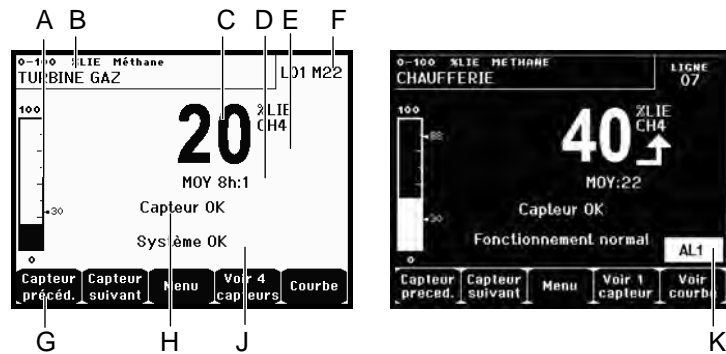
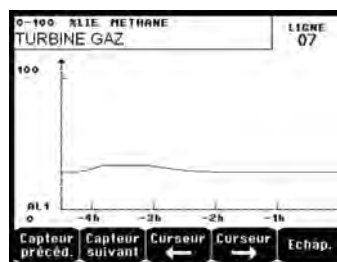

Figure 40 : exemple d'écran d'affichage des mesures en mode normal et en vidéo inverse.
Figure 41 : exemple d'écran d'affichage de courbes.
G.	Touches de fonctions. <ul style="list-style-type: none"> ■ Capteur précédent : affichage des mesures du capteur précédent ; balayage de tous les capteurs de toutes les lignes. ■ Capteur suivant : affichage des mesures du capteur suivant ; balayage de tous les capteurs de toutes les lignes. ■ Menu : affichage du menu principal. Voir paragraphe « Menu principal » en page 41. ■ Voir 4 capteurs : affichage d'un ensemble de 4 capteurs (libellé du capteur, barographe avec indication des seuils d'alarme, valeur de la mesure en cours avec unité et gaz détecté). Utiliser le bouton Page suivante ou Page précéd. pour afficher l'ensemble des 4 capteurs suivants ; le passage à la zone suivante est automatique. ■ Voir 8 capteurs : affichage d'un ensemble de 8 capteurs (libellé du capteur, valeur de la mesure en cours avec unité et gaz détecté). Autres boutons similaires au choix Voir 4 capteurs. ■ Voir 16 capteurs : affichage d'un ensemble de 16 capteurs (libellé du capteur, valeur de la mesure en cours avec unité et gaz détecté). Autres boutons similaires au choix Voir 4 capteurs. ■ Voir 1 capteur : affichage en mode normal (Figure 40). ■ Courbe : affichage de la courbe des mesures des 4 dernières heures (Figure 41). Les touches Curseur → et Curseur ← permettent le déplacement sur l'échelle du temps. La ligne pointillée verticale affiche la concentration et l'horodatage du point considéré. Echap retour à l'affichage des valeurs.